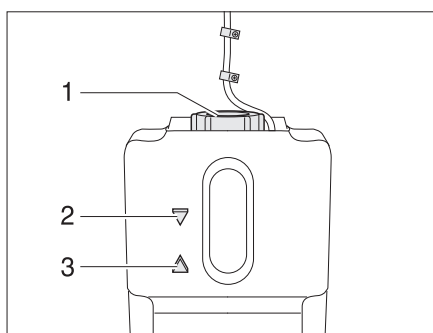

Fig. 247 Vase d'expansion pour le chauffage à eau chaude
- Contrôler si le liquide se trouve entre les marques "MIN" (Fig. 247,3) et "MAX" (Fig. 247,2) sur le vase d'expansion (Fig. 247).
- Ouvrir le bouchon du vase d'expansion (Fig. 247,1).